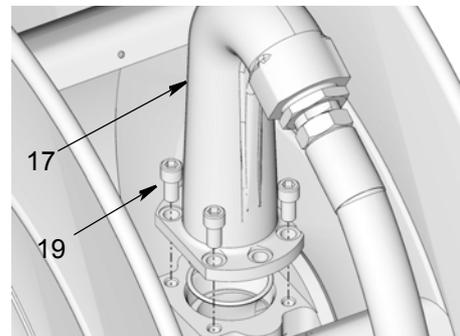

FIG. 36
6. Auslass (17) wieder auf Spule installieren. Schrauben (19) ersetzen und sicher festziehen. Schrauben mit 32,54 bis 40,67 N•m (24 bis 30 ft-lb) festziehen (FIG. 36).